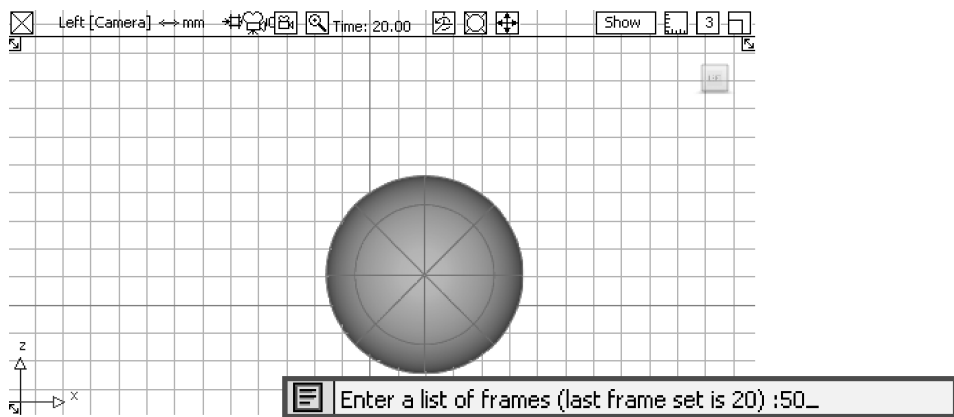

图 7-19 设置第三个关键帧
- 06 继续在视图中使用【Move】工具，将圆球体移动到另一个位置。然后执行【Animation】|【Keyframe】|【Set Keyframe】命令，在提示行中输入50，按下【Enter】键，将此时的位置作为动画的第50帧所在的位置，如图7-19所示。